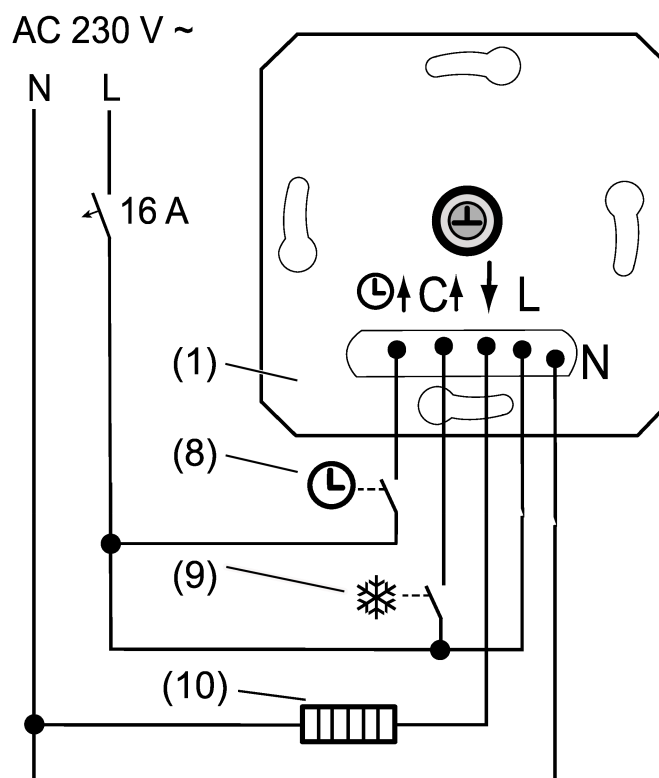

Figure 2: Exemple de raccordement du mécanisme
- Raccorder l'appareil de chauffage électrique (10) ou l'appareil de refroidissement au mécanisme (1) conformément au schéma de raccordement (voir figure 2). Respecter les sections des conducteurs (caractéristiques techniques).